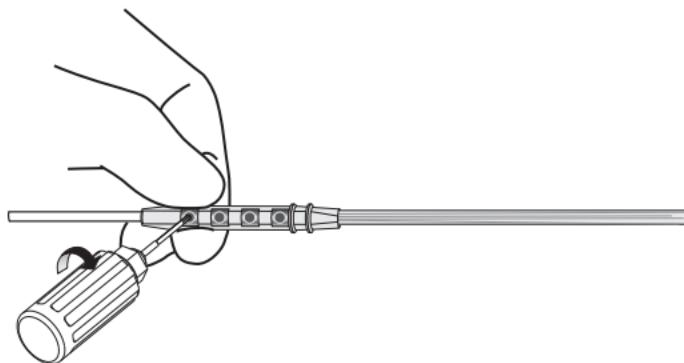

Abbildung 12. Schrauben festziehen und Verlängerung an den Seiten des jeweiligen Schraubkonnektorblocks sicher festhalten.
4. Ziehen Sie die Schrauben mit dem Drehmomentschlüssel (im Uhrzeigersinn) an, um die elektrische Verbindung herzustellen. Die Verlängerung gut an den Seiten des betreffenden Schraubkonnektorblocks festhalten, während die Schrauben angezogen werden. Die Schrauben anziehen, bis der Drehmomentschlüssel mindestens einmal klickt (Abbildung 12).